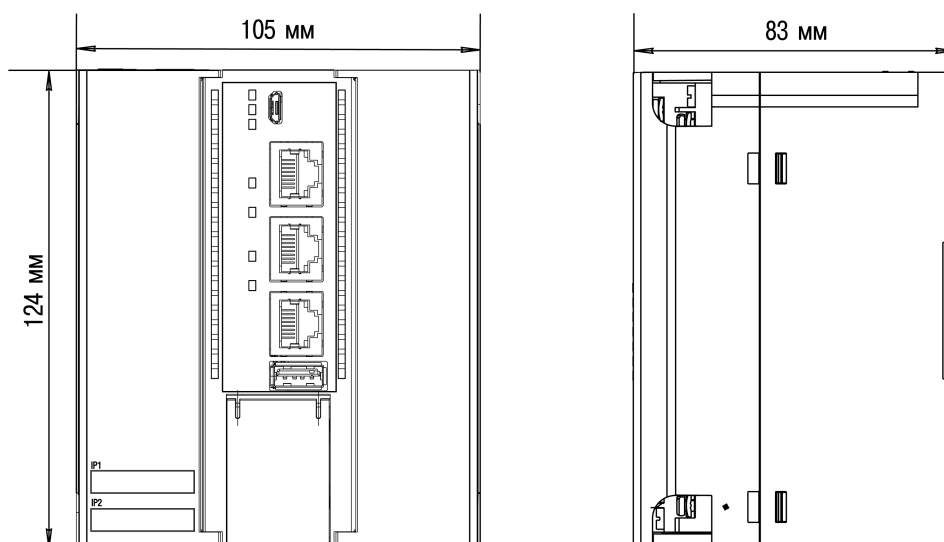

Рисунок 4.3 – Габаритные размеры
1. Подготовить место для установки на стенке шкафа или DIN-рейке в соответствии с габаритными размерами (см. рисунок 4.3).